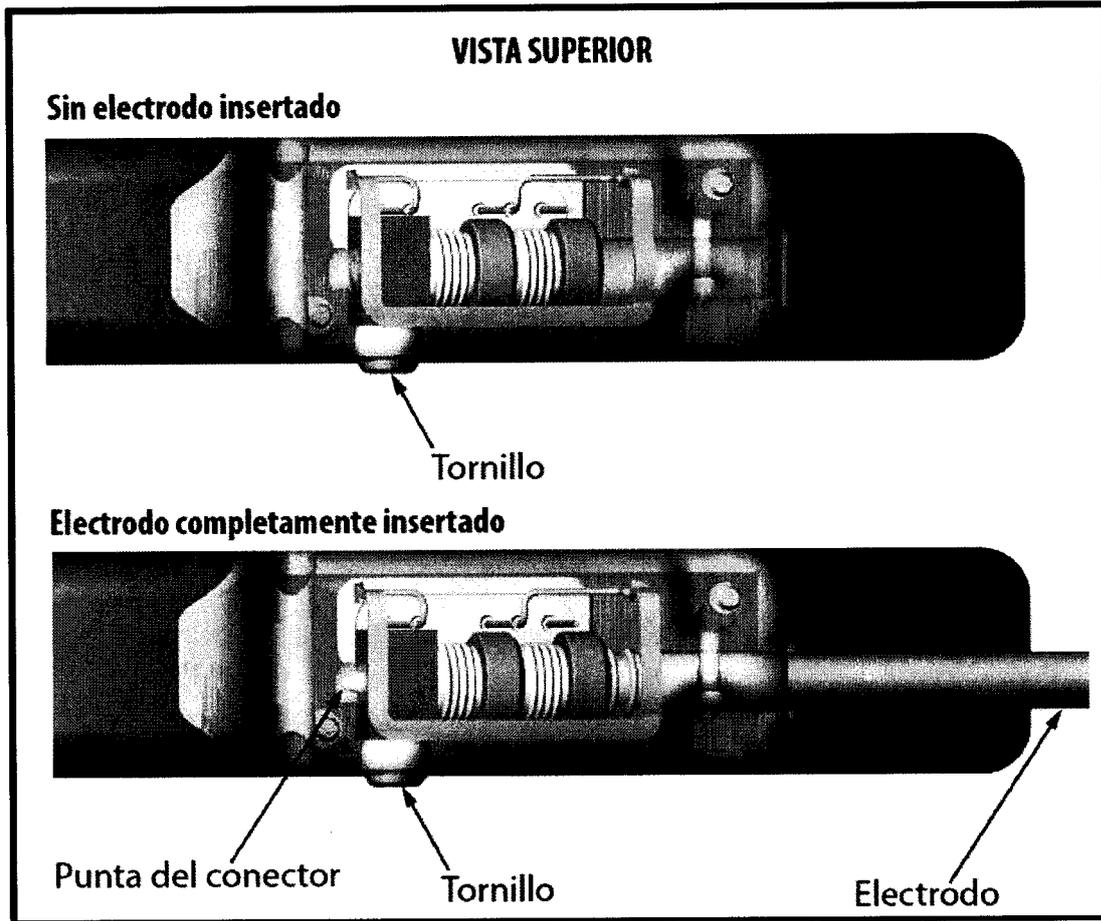

Figura 17: Posición del conector del electrodo
3. Estando colocada la llave dinamométrica en esa posición, inserte totalmente el terminal del electrodo en el puerto del electrodo. Sujete el electrodo cerca del conector e insértelo directamente en el puerto de conexión. El electrodo está completamente insertado cuando la punta del conector puede verse más allá del bloque conector cuando se mira desde la parte superior. Consulte la Figura 17 para ver ilustraciones del bloque de conexión del bloque conector sin electrodos insertados (panel superior) y con el electrodo completamente insertado (panel inferior). Presione sobre el electrodo para mantener su posición y asegúrese de que permanece totalmente insertado en el puerto de conexión.